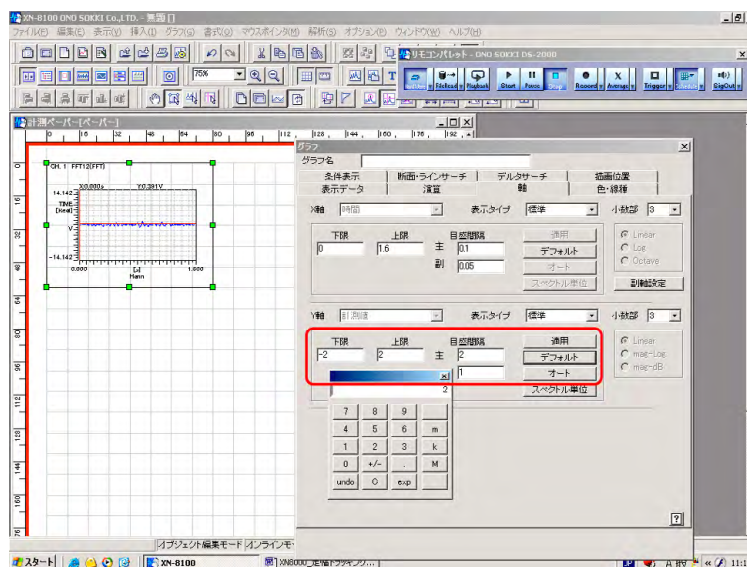

図 9
- ⑥ プルアップメニューの「グラフの設定」をクリックし、[グラフ] プロパティを開きます。
- ⑦ [グラフ] プロパティの [軸] ページを開き、Y 軸スケールを見やすくします。「オート」ボタンを押すとデータにあわせて自動スケールされます。「下限」「上限」で数値をキーインし、【適用】ボタンをクリックすると、任意に設定することができます(図 9)。